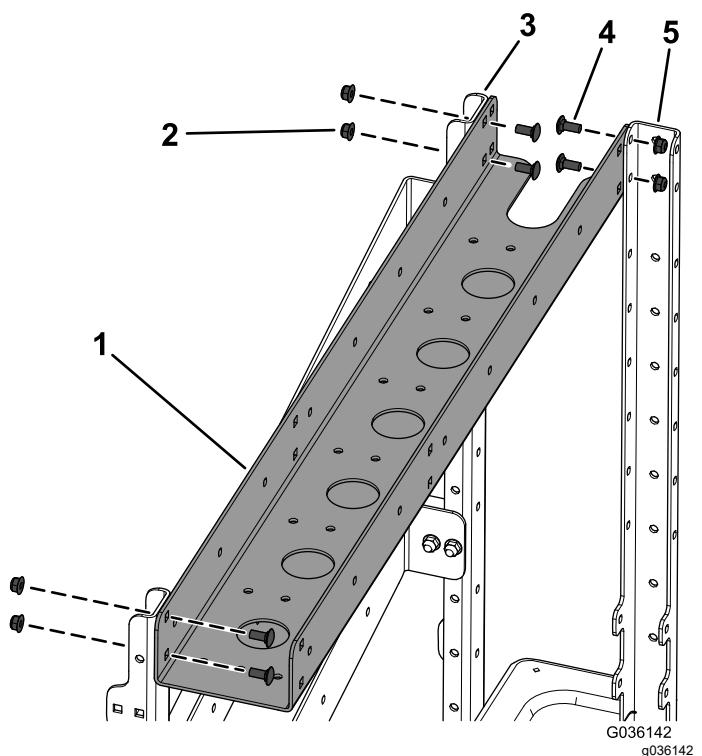

Figura 5
4. Instale o suporte do tubo nos dois suportes da estrutura vertical lateral e frontal com seis parafusos de carroçaria (5/16 x 3/4 pol.) e seis porcas flangeadas como se mostra na Figura 5.